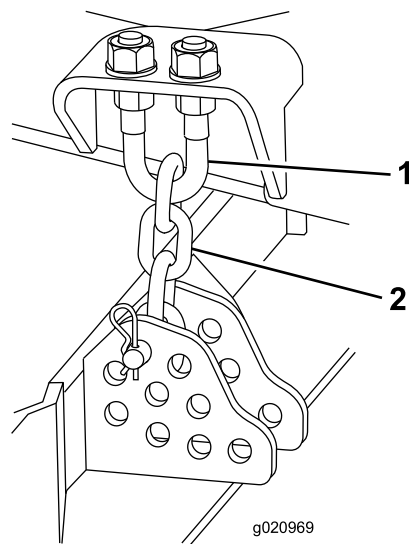

Figura 109
4. Retire el pasador de horquilla y el pasador que fijan las cadenas de ajuste de la altura de corte a la parte trasera de la carcasa de corte (Figura 109).